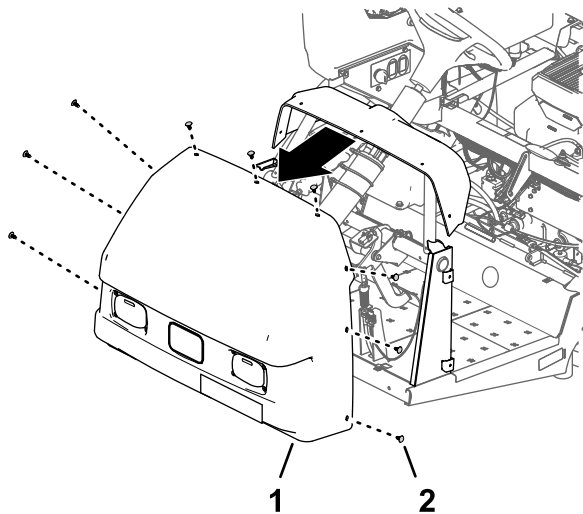

图13
2. 拆下将机罩固定到仪表板和机器机架的 9 个压入式紧固件 图13。
3. 从机器上取下机罩 图13。